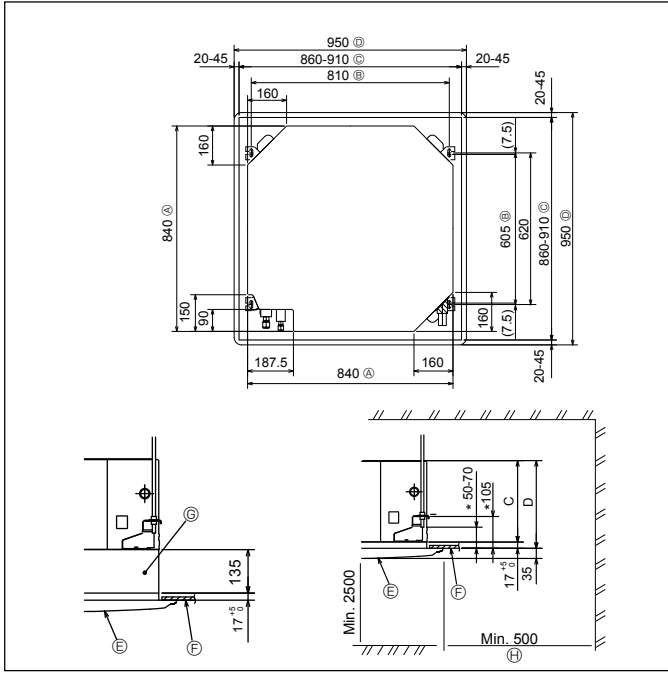

Fig. 2-2
2.2. Tavandaki açıklıklar ve askı civatalarının yerleri (Fig. 2-2)
* Tavan açıklığının boyutları Fig. 2-2'de gösterilen aralıkta ayarlanabilir; bu yüzden, ana üniteyi tavan açıklığının karşısına ortalarak, aralarındaki açıklığın her tarafındaki karşılıklı kenarların sırayla aynı olmasını sağlayın.